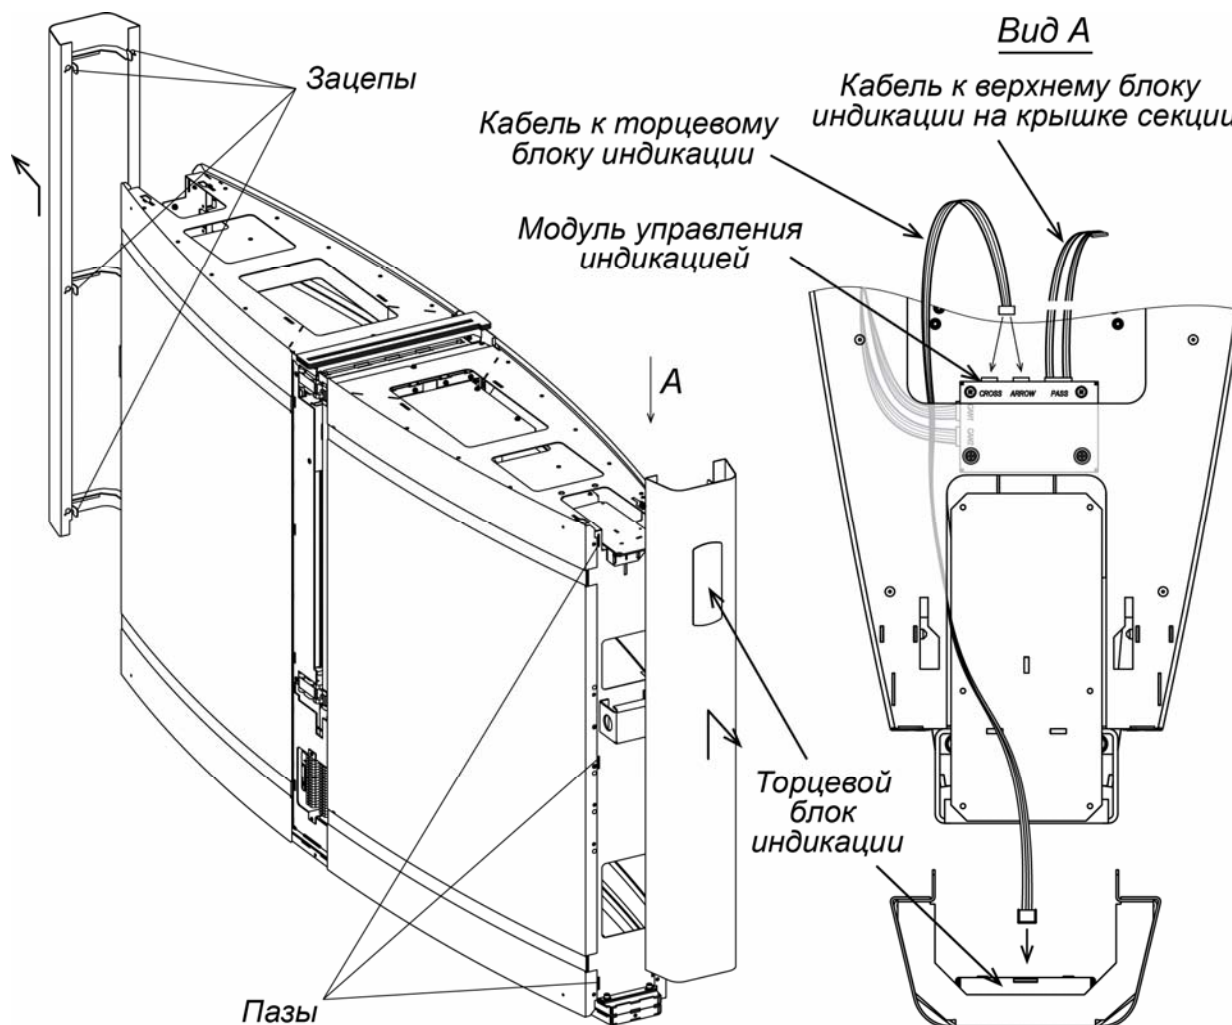

Рисунок 19. Демонтаж торцевой панели
21. Распакуйте створки стеклянные (1), стекла заполнения (2), стеклянные крышки секций (3), центральные вставки (4) и боковые панели (6) (ящики №2, №4).
- Установите торцевые панели (7) (см. разд. 8.7.1, рис. 19). Панель с торцевым блоком индикации (8) должна монтироваться со стороны секции с модулем управления индикацией, при этом к торцевому блоку индикации необходимо подсоединить соответствующий соединительный кабель от модуля управления индикацией (см. рис. 19). Для отображения на торцевом блоке индикации белой стрелки соединительный кабель должен быть подключен к разьему **ARROW** модуля управления индикацией, для отображения красного креста – к разьему **CROSS**.
- Смонтируйте стеклянные крышки (3) (см. разд. 8.7.8, рис. 26), крышка с верхним блоком индикации (5) должна монтироваться со стороны секции с модулем управления индикацией, предварительно к верхнему блоку индикации необходимо подсоединить соответствующий соединительный кабель от модуля управления индикацией (см. рис. 19).
1. Сдвиньте панель вверх вдоль торцевой стороны секции для вывода её из зацепов (допускается в качестве рычага использовать большую плоскую отвертку, вставленную в щель снизу панели), после чего аккуратно отведите её от секции (см. рис. 19) на расстояние около 10 см. Будьте осторожны и не повредите соединительный кабель!
Крышки с верхним блоком индикации должны устанавливаться со стороны секции с модулем управления индикацией, предварительно к верхнему блоку индикации необходимо подсоединить соответствующий соединительный кабель от модуля управления индикацией, см. рис. 19 и 26.